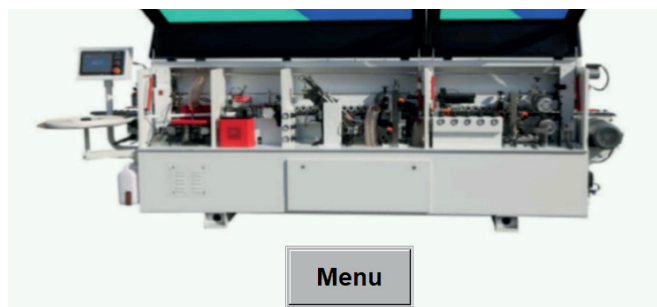

Figura 4.3 - Acesso à interface do sistema
- 2 Inicializa na interface do sistema (veja a Figura 4-3 para o layout da IU).